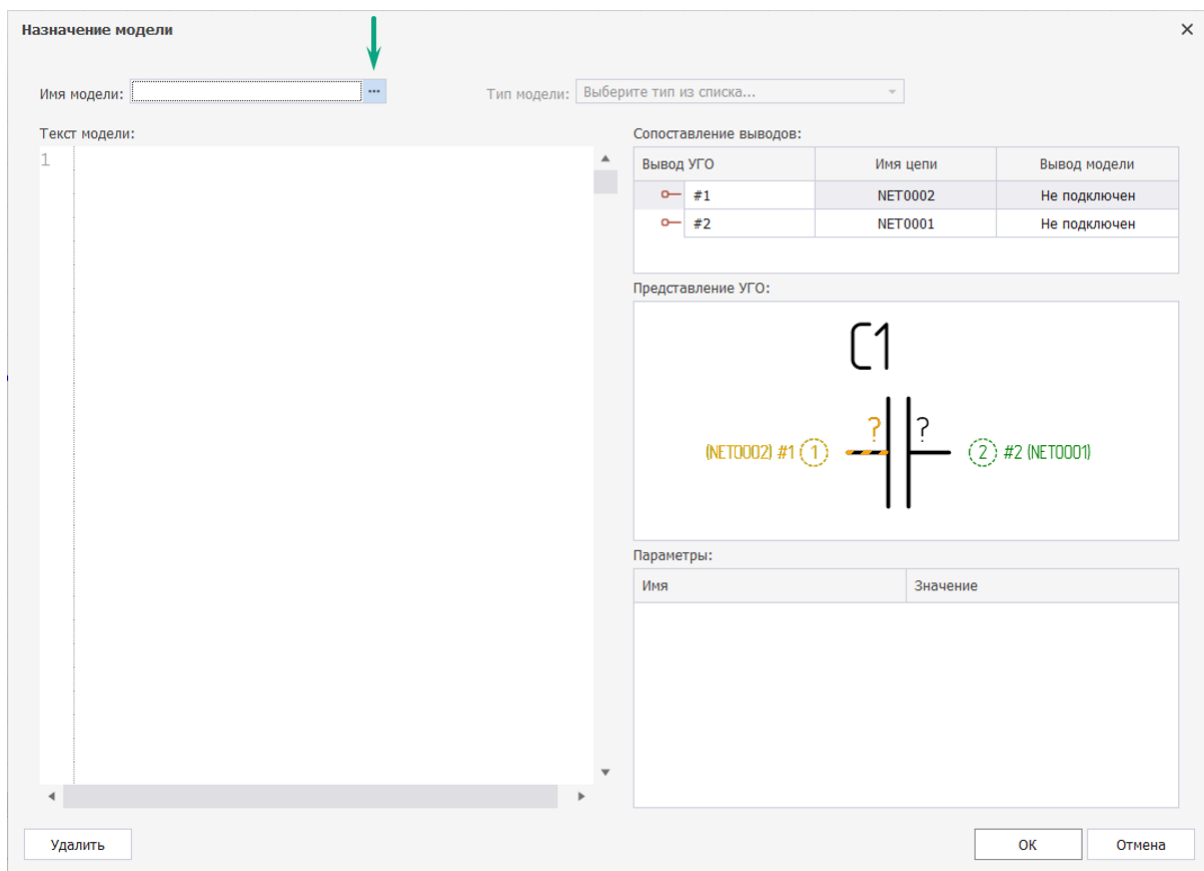

Рис. 16 Окно «Назначение модели»
2. Для добавления SPICE-модели к компоненту активируется окно «Назначение модели». Нажмите символ «...» в поле «Имя модели», Рис. 16.